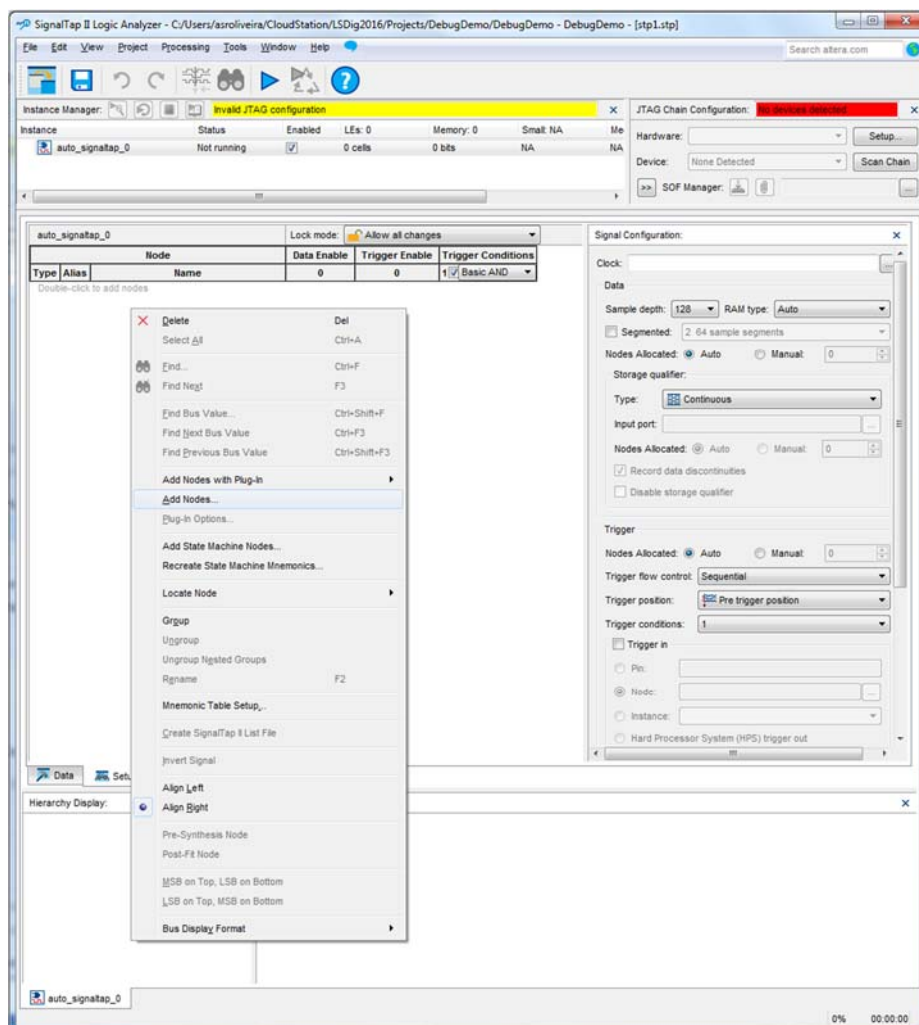
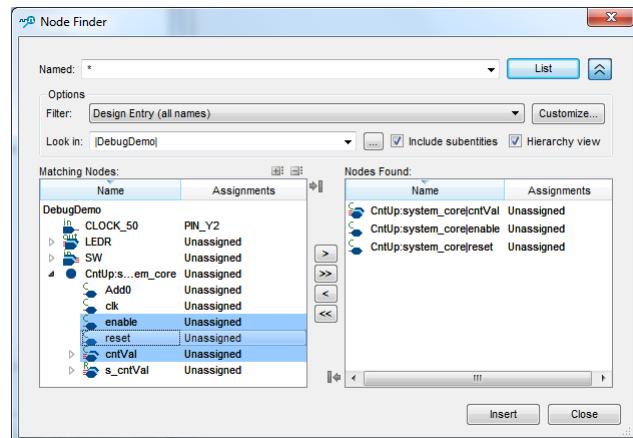

Figura 21 – Aspeto inicial da aplicação “SignalTap II Logic Analyser”.
Figura 22 – Portos do contador selecionados (“reset”, “enable” e “cntVal”).
3. Após a criação do ficheiro do tipo *SignalTap II Logic Analyser File* é apresentada a aplicação da Figura 21, onde devem ser especificados os sinais que se pretende capturar e visualizar, o sinal de *clock* usado para estabelecer a frequência de amostragem dos sinais, o número de amostras capturadas e as condições que disparam a amostragem. A configuração destes parâmetros vai ser descrita nos próximos pontos.
4. O primeiro passo é a adição dos nodos (sinais e portas) do sistema que se pretende capturar. Para tal, deve ser seleccionada a opção “Add Nodes...” do menu acessível com o botão direito do rato na área “Setup” mostrada na Figura 21. Os portos a seleccionar para captura e visualização no analisador lógico são os apresentados na Figura 22. Selecione a opção “Design Entry (all names)” no parâmetro “Filter”.